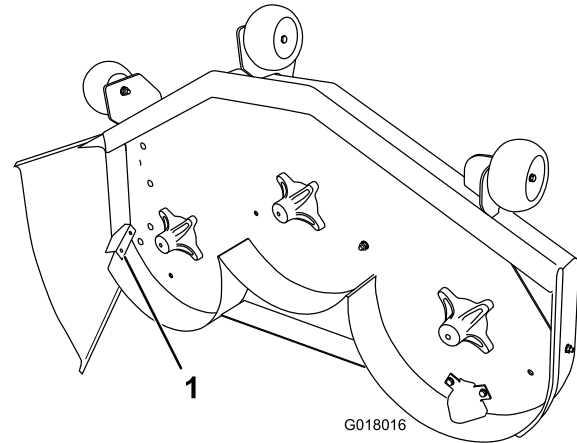

Figure 1
6. Trouvez le déflecteur de l'ouverture d'éjection latérale sur le tablier (Figure 1).